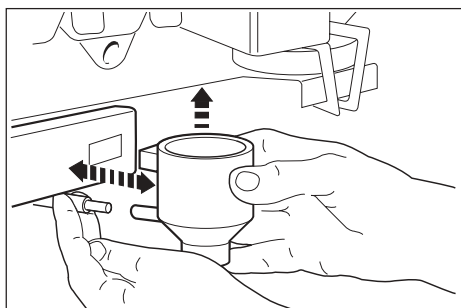

Fig. 30
- Extraer los tubos de suministro (7) teniendo cuidado con las juntas colocadas en las extremidades junto a los batidores. Quitar la tapa del embudo (4) y separar el embudo para solubles (5) de la parte de abajo, extrayendo también la boquilla con el tubo de silicona (Fig. 30). Girar la cámara del batidor (6) en el sentido de las agujas del reloj y quitarlo. Limpiar el aspa del batidor con una esponja empapada en agua tibia; no ejercer una presión excesiva con el fin de no variar el posicionamiento correcto de la junta de sellado.